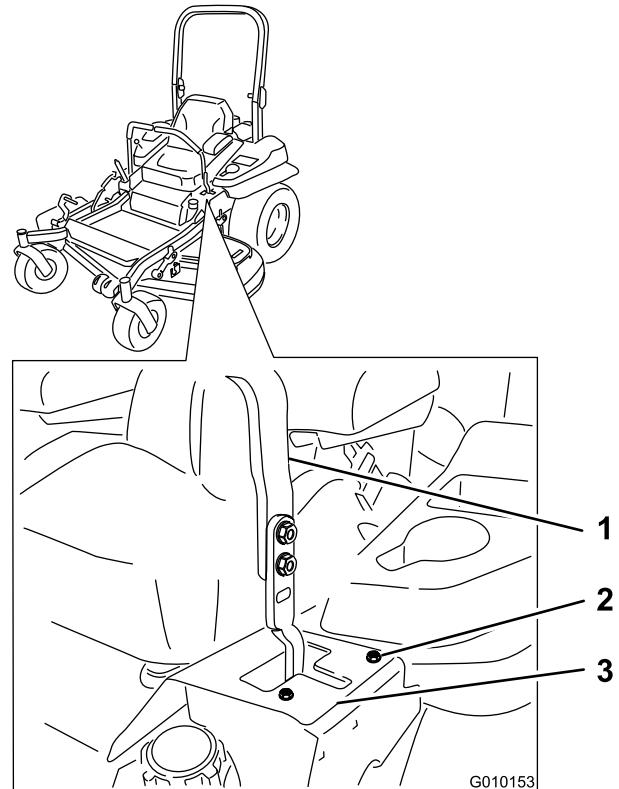

Figura 50
en T de la izquierda hasta que la máquina avance en línea recta (Figura 50).
7. Si se desvía hacia la izquierda, afloje los pernos y ajuste la chapa del tope derecho hacia atrás en la ranura en T de la derecha hasta que la máquina avance en línea recta (Figura 50).
8. Apriete la chapa del tope (Figura 50).